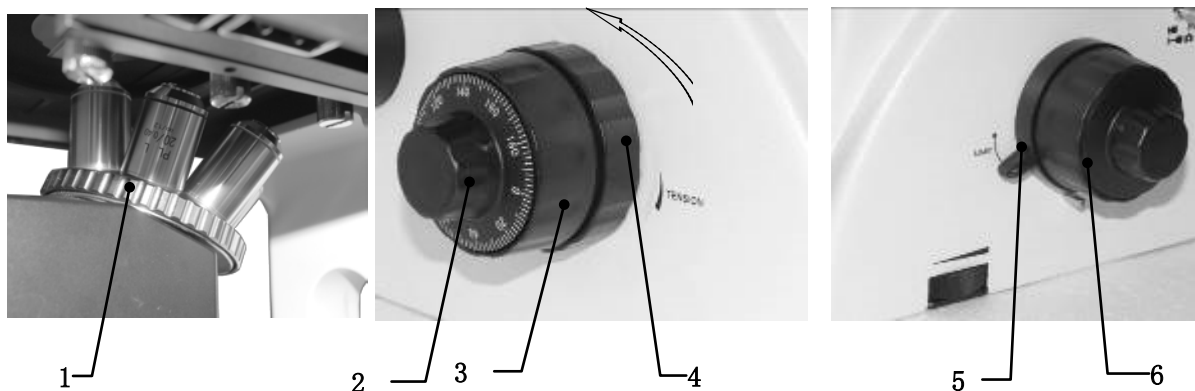

Fig.11
(1) Enfoque con el objetivo 10X. Gire el revolver 1 para que el objetivo 10X entre en la trayectoria óptica (cuando se coloque en el sitio, se ajustará automáticamente), como se muestra en la Fig. 11.
(2) Gire el mando 3 de control de enfoque grueso para elevar el objetivo al punto más alto. Después observe y gire el mando para mover el objetivo lentamente a la posición más baja. Cuando aparezca la microimagen en el campo de visión, pare de girar el mando de control de enfoque grueso.
(3) Gire el mando 2 de control de enfoque fino para aclarar la microimagen.
(4) Bloquee el objetivo girando la rueda 4 hasta el límite como indica la flecha de la figura.